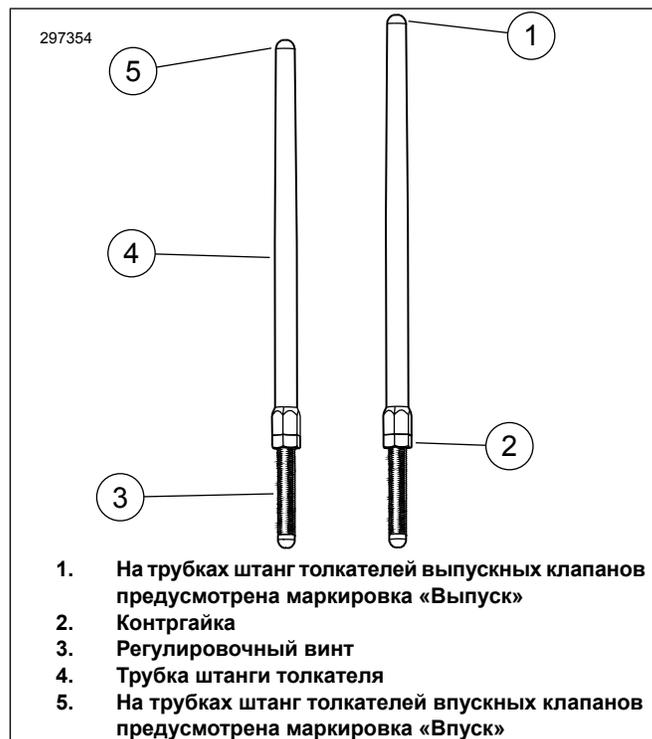

Рисунок 1. Регулируемый шток толкателя
4. См. Рисунок 1 . Ослабьте стопорные гайки на всех штоках толкателей и отрегулируйте их на минимальную длину.
2. См. Рисунок 1 . Удерживая регулировочный винт штанги толкателя от проворачивания при помощи ключа на 5/16 дюйма медленно поверните трубку штанги толкателя при помощи ключа на 1/2 дюйма на 2-1/2 оборота по часовой стрелке (удлиняя штангу толкателя), если смотреть снизу. (На гранях трубки штанги толкателя предусмотрена точка, которая может использоваться в качестве опорной.)